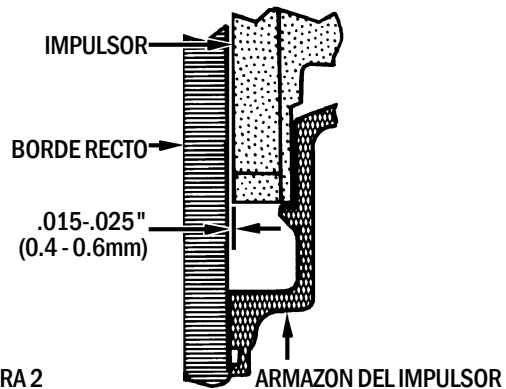

FIGURA 2
3. Cuando vuelva a instalar el impulsor, utilice cuñas para mantener una separación de .015 a .025 (.4 a .6 mm) entre las paletas del impulsor y la placa de desgaste. Se puede utilizar una regla para comprobar la holgura, tal y como se indica en la Figura 2.